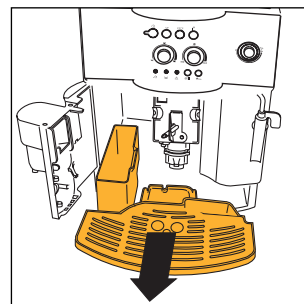

Fig. 16
ANM 7: Maskinen räknar antalet kaffekoppar som har lagats. Efter 14 koppar kaffe (eller 7 dubbla koppar) tänds kontrolllampan  (avsnitt 12 punkt 3) för att varna för att behållaren för kaffesump är full och behöver tömmas och rengöras. Kontrolllampan förblir tänd tills du rengör behållaren och det går inte att laga något kaffe. Öppna luckan framtill genom att dra i utmatningsröret (fig. 15). Kontrolllampan  börjar blinka (se avsnitt 12 punkt 9). Ta loss droppskålen (fig. 16), töm och rengör den. Töm och rengör behållaren för kaffesump noggrant. Se till att du får bort alla rester som kan finnas på botten. Torka också bort eventuella kondensdroppar som har bildats inuti maskinen under droppskålen. **OBS: När du tar loss droppskålen MÅSTE DU alltid tömma behållaren för kaffesump, även om den inte är full. Om du inte gör det kan det hända att sumpbehållaren fylls mer än väntat nästa gång du lagar kaffe och att maskinen täpps igen av sump.**
- ta loss droppskålen och behållaren för kaffesump (fig. 16) och diska dem;